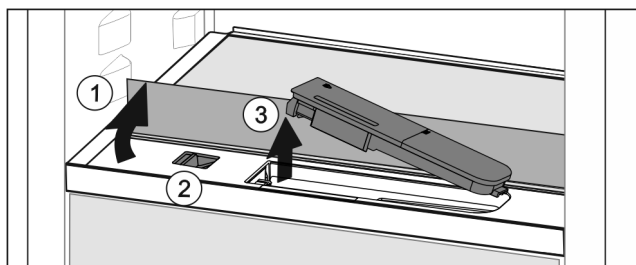

Fig. 49
- ▶ Glasplaat heffen en tot de aanslag naar achter klappen Fig. 49 (1).
- ▶ Schuif Fig. 49 (2) naar links schuiven.
- ▶ Waterreservoir eruit halen Fig. 49 (3).